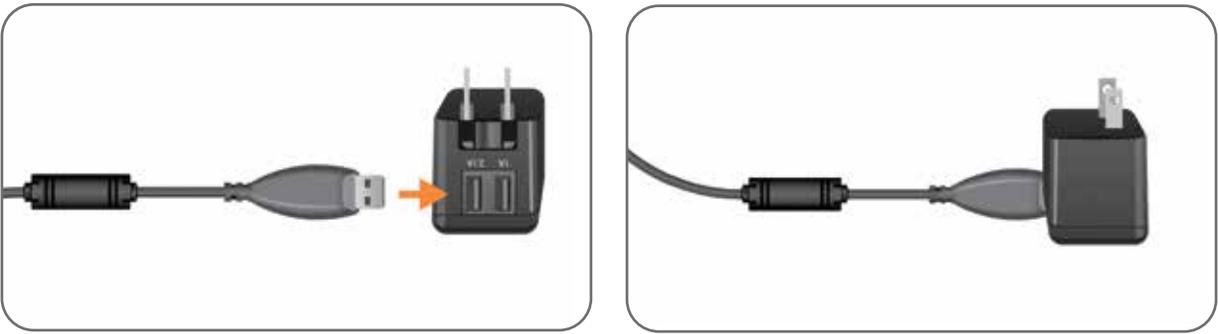

Abbildung 4-6: Anschluss des USB-Ladekabels an das Netzteil
2. Verbinden Sie den USB-Anschluss des magnetischen Ladekabels mit einem der beiden verfügbaren USB-Anschlüsse des Netzteils. Siehe Abbildung 4-6.